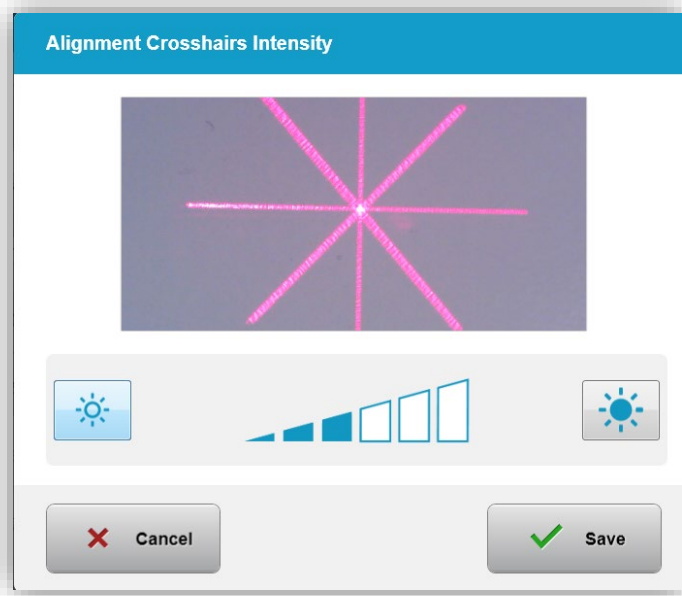

Figure 3-54. Intensité des pointeurs en croix d'alignement
- Sélectionnez « Alignment Crosshairs Intensity » dans le menu System Settings pour modifier la luminosité des pointeurs en croix d'alignement. L'écran illustré à la figure 3-54 s'affiche.